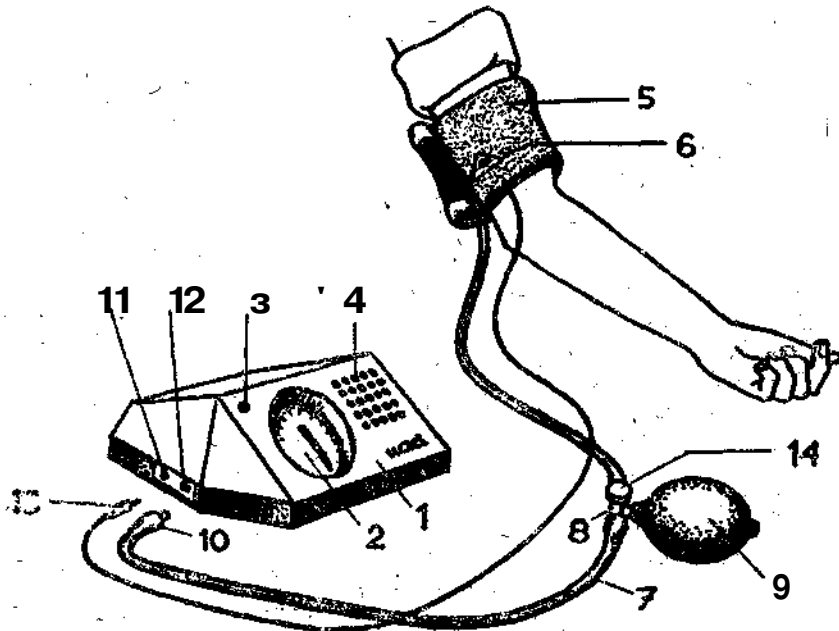

Рис. 1. Устройство измерителя]
4.1. Внешний вид измерителя изображен на рис. 1